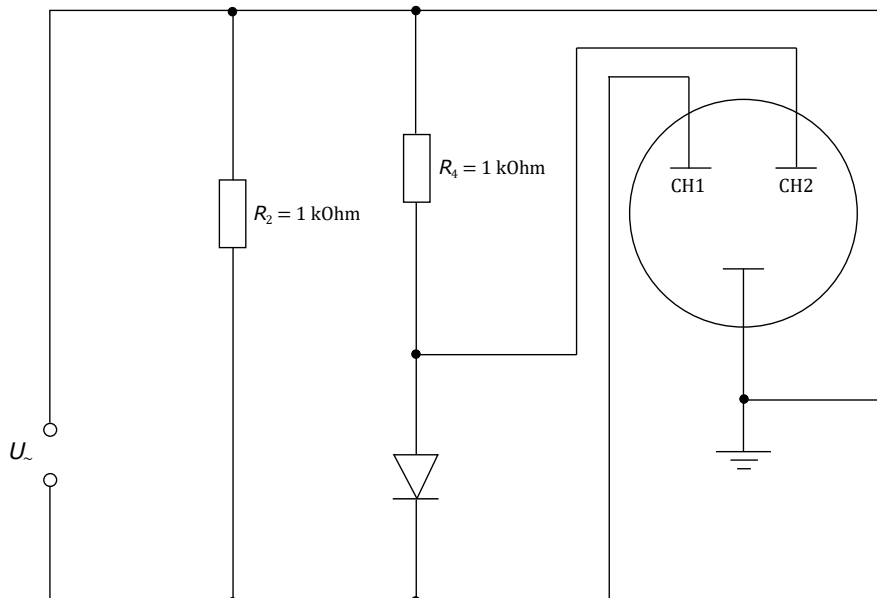

Abb. E24-3: Anordnung zur Messung der abgegebenen Leistung des Gleichrichters in den Widerstand R_4 mit dem Oszilloskop.
- a) Bauen Sie die Schaltung wie in Abbildung E24-3 auf. Bestimmen Sie die abgegebene Leistung des Einweggleichrichters in den Widerstand R_4 im Vergleich zur Eingangsleistung (Messung an R_2) für die Si- und die Ge-Diode und die beiden LEDs. Messen Sie dazu die Spannungen an U_1 und U_2 mit dem Oszilloskop.